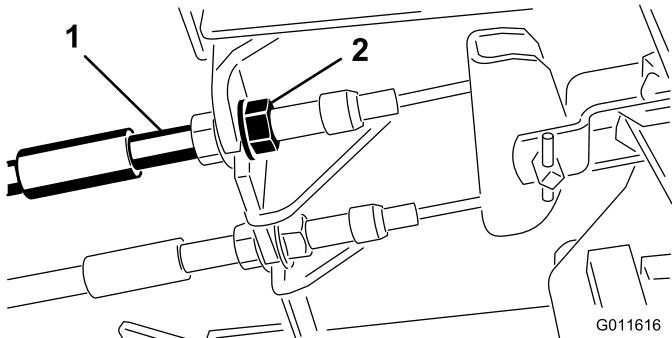

Figure 41
1. Pour réduire la garde aux pédales de frein, serrez les freins en desserrant l'écrou avant sur l'extrémité filetée du câble de frein (Figure 41).